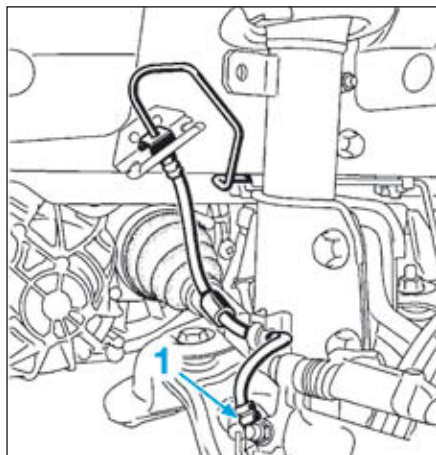

FIG.3
- Désaccoupler le flexible de frein (1) de l'étrier de frein avant (Fig.3).